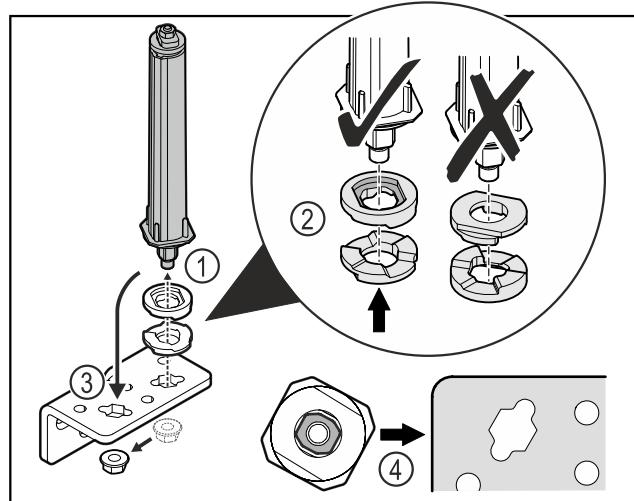

Fig. 26
- Desfaceți piulița și îndepărtați sistemul de închidere a ușii Fig. 26 (1).
- Aveți în vedere alinierarea corectă a șaibelor de reglaj pe înălțime Fig. 26 (2).
- Mutati sistemul de închidere a ușii în coltarul balamalei și fixați cu piulița Fig. 26 (3).
- La utilizare aveți în vedere alinierarea corectă a sistemului de închidere a ușii Fig. 26 (4).